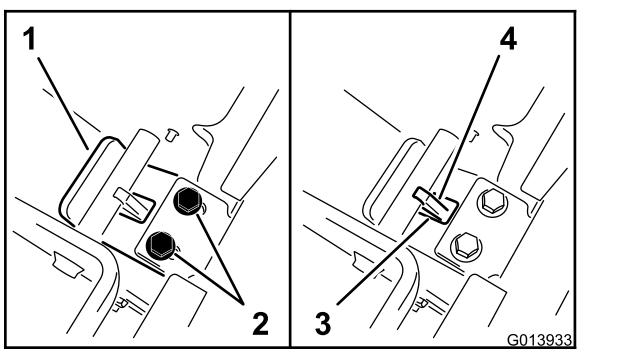

Bild 20
5. Während Sie den Druck auf der Rückplatte beibehalten, lassen Sie die Anhängerkupplung auf sich zu gleiten, bis die Lippe der Anhängerkupplungsplatte die Querstrebe berührt (Bild 20).